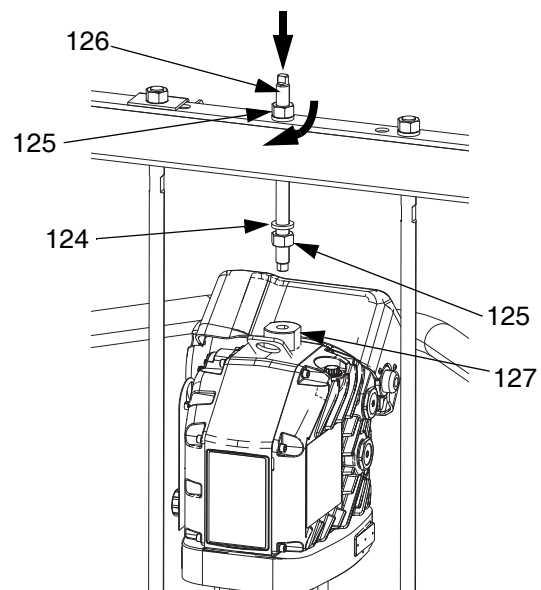

図 42
1. 性能の良いホイストを使用してタイロッドを置換ポンプ (AC) に挿入し、ドライバー (AB) をポンプ (AC) に固定します。
- b. ネジ山の付いたロッド (126) をセンターホールを通してクロスバーに取り付けます。ワッシャ (124) およびナット (125) を、クロスバーの上および下の両側で、ネジ山の付いたロッド (126) に取り付けます。レンチを使用して吊り上げリング (127) を保持し、別のレンチを使用してネジ山の付いたロッド (106) を吊り上げリングアダプタ (127) に入れて締め付けます。図 42 を参照してください。
- c. クロスバーの下のナット (125) を最大 25 ft-lb (34 N•m) で締めます。
- d. クロスバーの上のナット (125) を締めてドライバー (AB) を所定の場所に固定します。